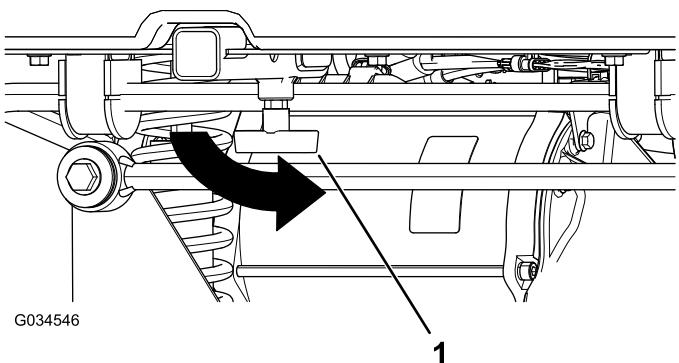

Figura 18
4. Serrate la maniglia a T ruotandola in senso antiorario (Figura 18).